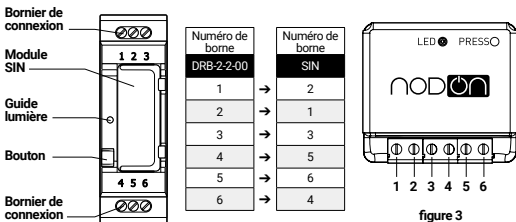

figure 3
- 7 Raccordez les bornes en fonction de votre module suivant le schéma (voir figure 3).